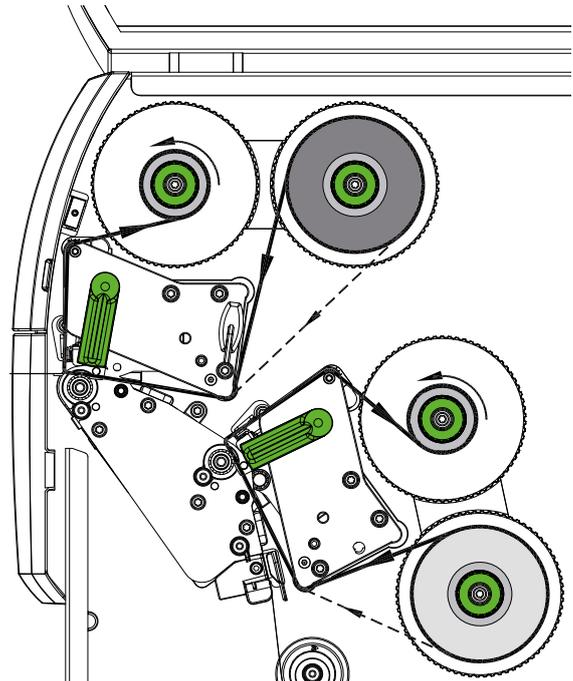

Figura 17 Scorrimento del nastro
2. Ruotare la leva (1) in senso antiorario per sollevare la testina di stampa.
3. Spingere il rotolo di nastro (4) sullo svolgitore (5) in modo che il rivestimento colorato del nastro sia sul lato rivolto verso la testina di stampa dopo l'inserimento.
4. Tenere lo svolgitore (5) e ruotare la manopola (6) in senso antiorario fino a fissare il rotolo.
5. Far scorrere l'anima adatta (2) sull'avvolgitore del nastro (3), fissarla nello stesso modo del rotolo di nastro.
6. Far passare il nastro attraverso la meccanica di stampa come indicato in Figura 17.